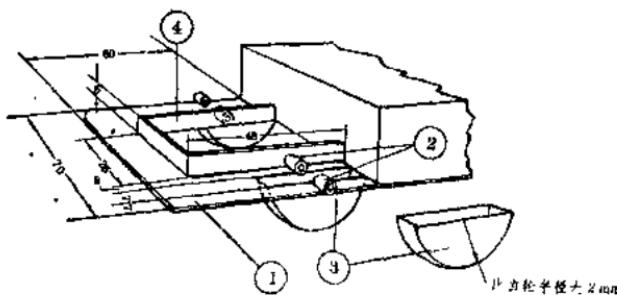

图 8-8
除了上面所说的3伏和9伏电池盒以外，车体剩下的部分就是安装电动机的底板和保护齿轮的半圆形小盒了。图8-8就是它们的结构图。安装电动机的底板①是用薄铁皮做成的，上面焊着四个支承齿轮用的轴承②。轴承是用铁皮或铜皮卷成的小圆筒，小圆筒的内径稍大于齿轮轴的直径，小圆筒在底板上的位置可按照方格图8-3上的尺寸来决定。保护齿轮的半圆形小盒③是由两块半圆形薄铁皮和一条长方形薄